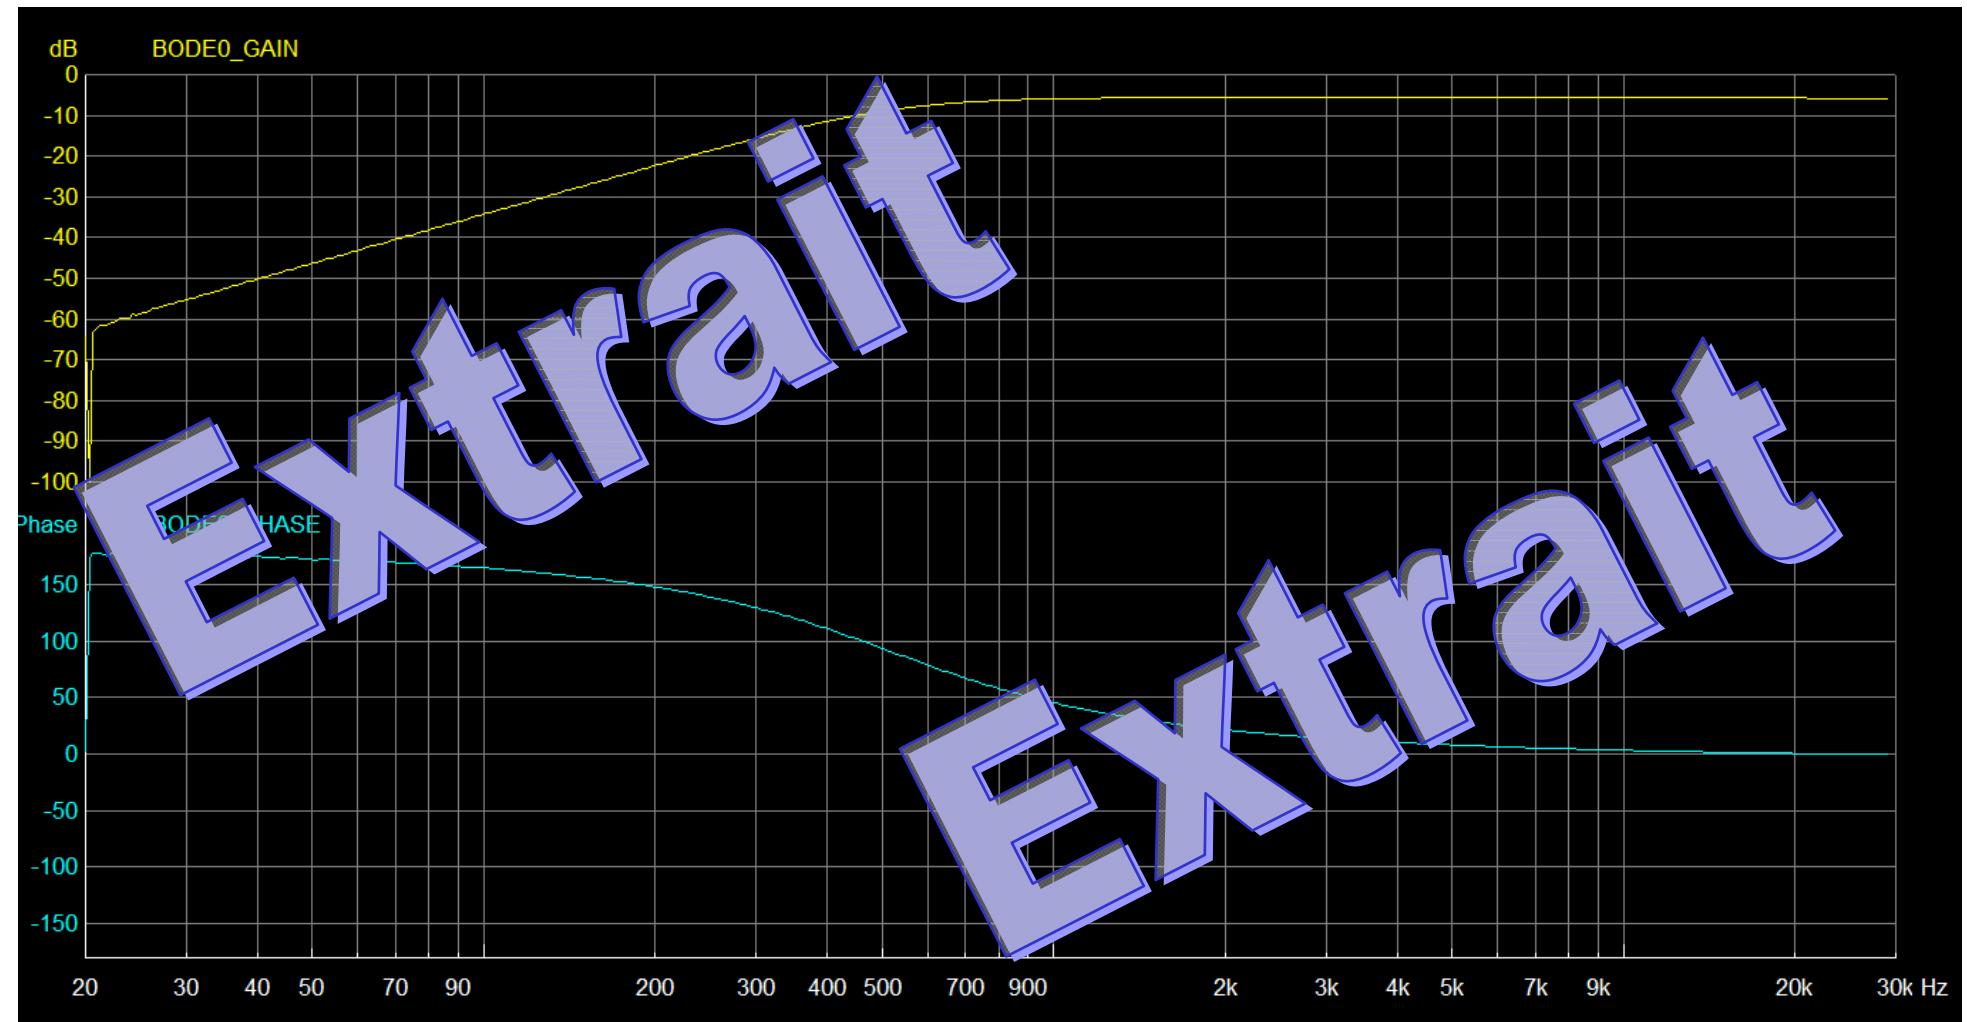

fig.8
- Réaliser le schéma de la figure 7 et relever les diagrammes de Bode pour les différentes fonctions de transfert ; les comparer aux diagrammes de figures 8 à 11.